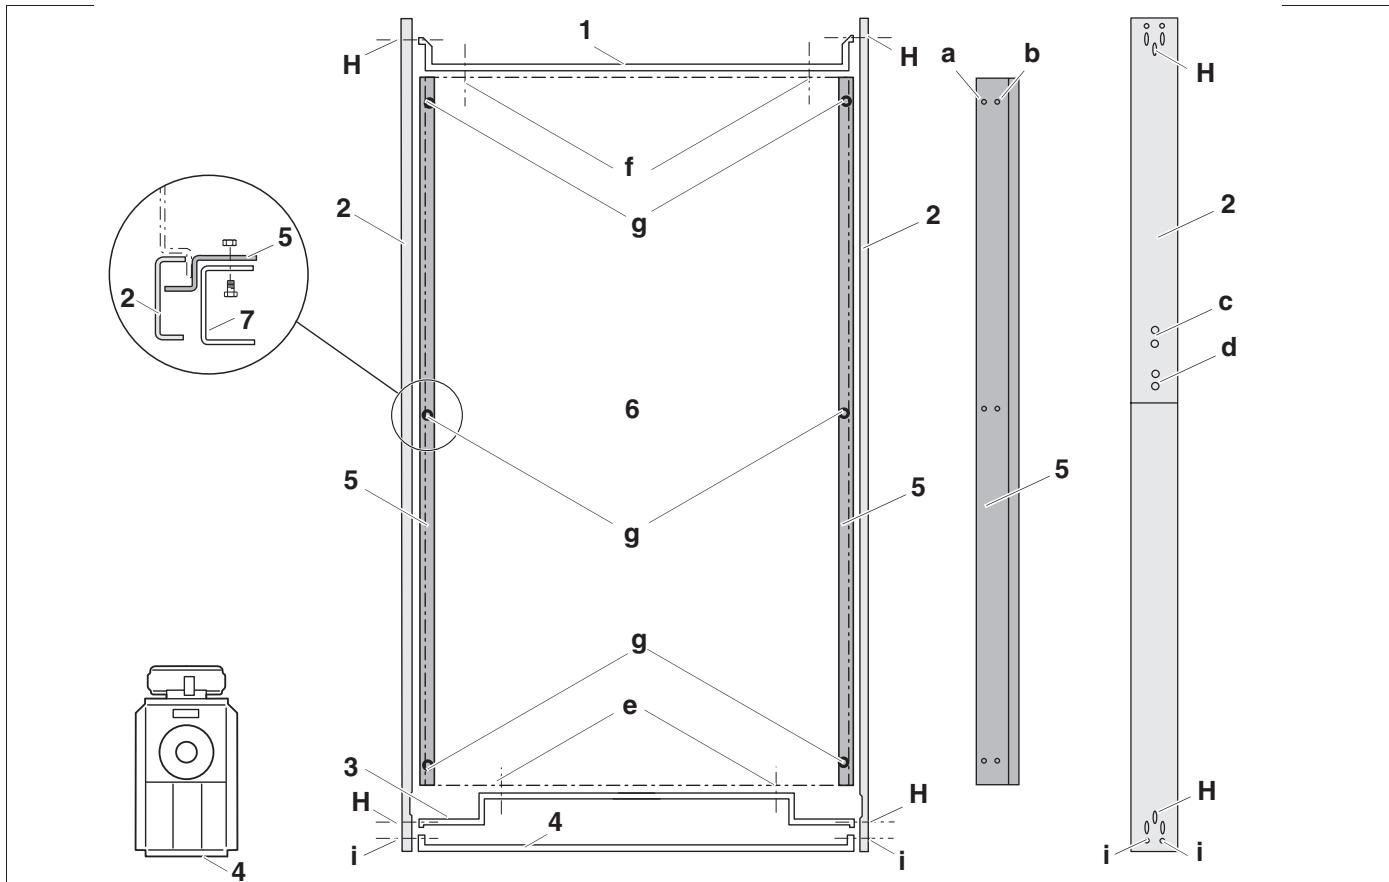

Рис.22 Нижние траверсы (вид сверху)
По приведенным далее монтажным операциям см. рис. 22, стр. 27.
- ▶ Боковые синие цокольные планки (рис. 22, [2]) состоят из двух частей и должны быть предварительно собраны (рис. 22, [d]): положение винтов для 790 кВт и Рис. 22[с]: положение винтов для котлов 970 кВт и 1200 кВт. Обе части цокольной планки установите по центру за накладкой и выровняйте в горизонтальной плоскости.
- ▶ Закрепите левую и правую цокольные планки (рис. 22, [2]) к траверсе спереди и сзади (рис. 22, [1] è [3]), привернув по одному винту [h].
- ▶ Закрепите синюю переднюю цокольную планку (рис. 22, [4]) спереди к правой и левой цокольным планкам (рис. 22, [2]) 2 винтами (рис. 22, [i]).